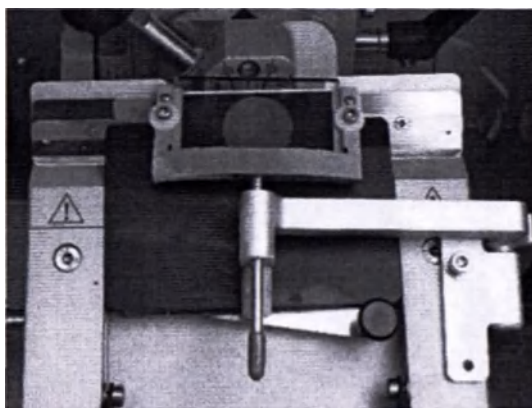

Рисунок 8.68
- а. При ручном выполнении срезов: Выполните срезы образца, аккуратно и равномерно вращая маховик. Срез должен продвинуться на зажимную планку под пластиной, расправляющей срезы (Рисунок 8.68).
- б. При автоматическом выполнении срезов: Нажмите одну из кнопок моторизованного выполнения срезов или нажмите и удерживайте дополнительную ножную педаль для выполнения срезов образца. Срез должен продвинуться на зажимную планку под пластиной, расправляющей срезы (Рисунок 8.68). Чтобы отрегулировать скорость резки во избежание застревания или смятия среза, используйте ручку управления вертикальной скоростью. Поверните ручку по часовой стрелке, чтобы увеличить скорость выполнения срезов, или против часовой стрелки, чтобы уменьшить скорость выполнения срезов.